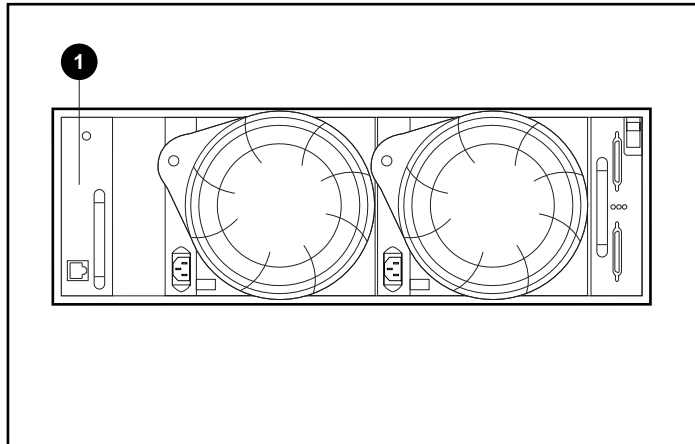

Figura 4-2. Ubicación de la EMU
La EMU se monta en el compartimiento de la parte posterior ❶ del receptáculo (consulte la Figura 4-2).